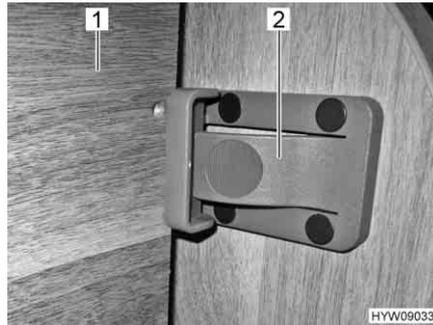

Bild 29 Säkerhetsanordning fram
- Lyft (Bild 29,1) sängen.
- Säkra sängen med låset (Bild 29,2) i möbelväggen.
- Tryck på låset (Bild 29,2).